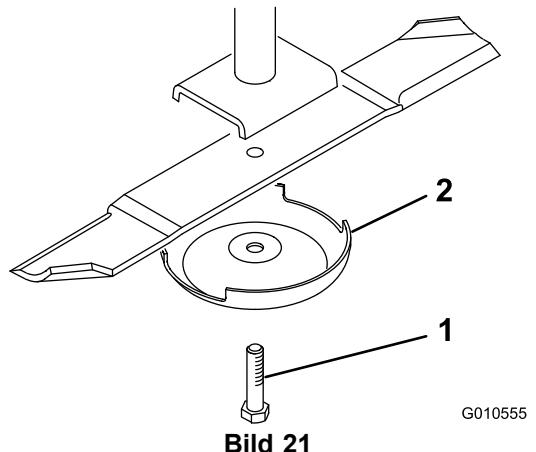

Bild 21
2. Halten Sie das Ende des Messers mit einem stark wattierten Handschuh oder wickeln Sie einen Lappen um es herum. Entfernen Sie die Messerschraube, die Antiskalpiercuppe und das Messer von der Spindelwelle (Bild 21).